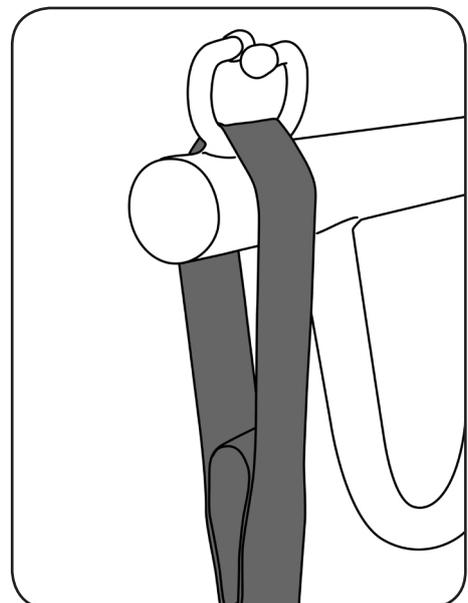

Abbildung 07
11. Hängen Sie die Gurtschlaufen an die Haken des Hebearmes an. Die Gurtschlaufen dürfen nur, wie in Abbildung 07 dargestellt, eingehängt werden. Achten Sie dabei auf die gleiche Länge. Diese erkennen Sie leicht an den farblich unterschiedlichen Schlaufen.